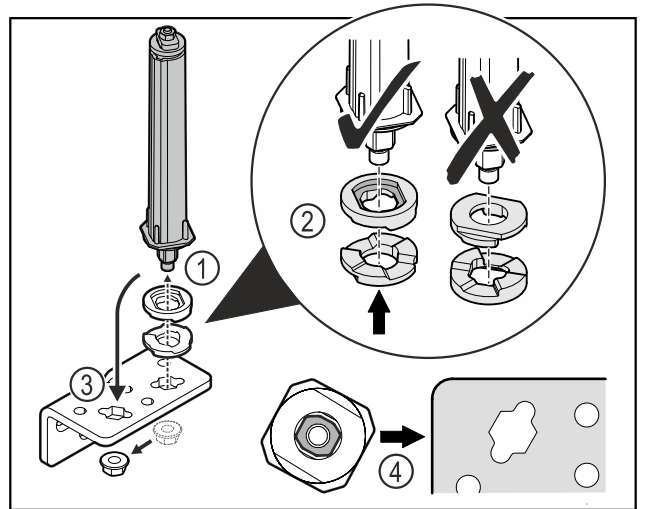

Fig. 39
- ▶ Відкрутити гайку і зняти систему запирання дверей Fig. 39 (1).
- ▶ Слідкувати за правильним розташуванням шайб для регулювання висоти Fig. 39 (2).
- ▶ Переставити систему запирання дверей у шарнірному кутику і зафіксувати гайкою Fig. 39 (3).
- ▶ Під час встановлення слідкувати за правильною орієнтацією системи запирання дверей Fig. 39 (4).